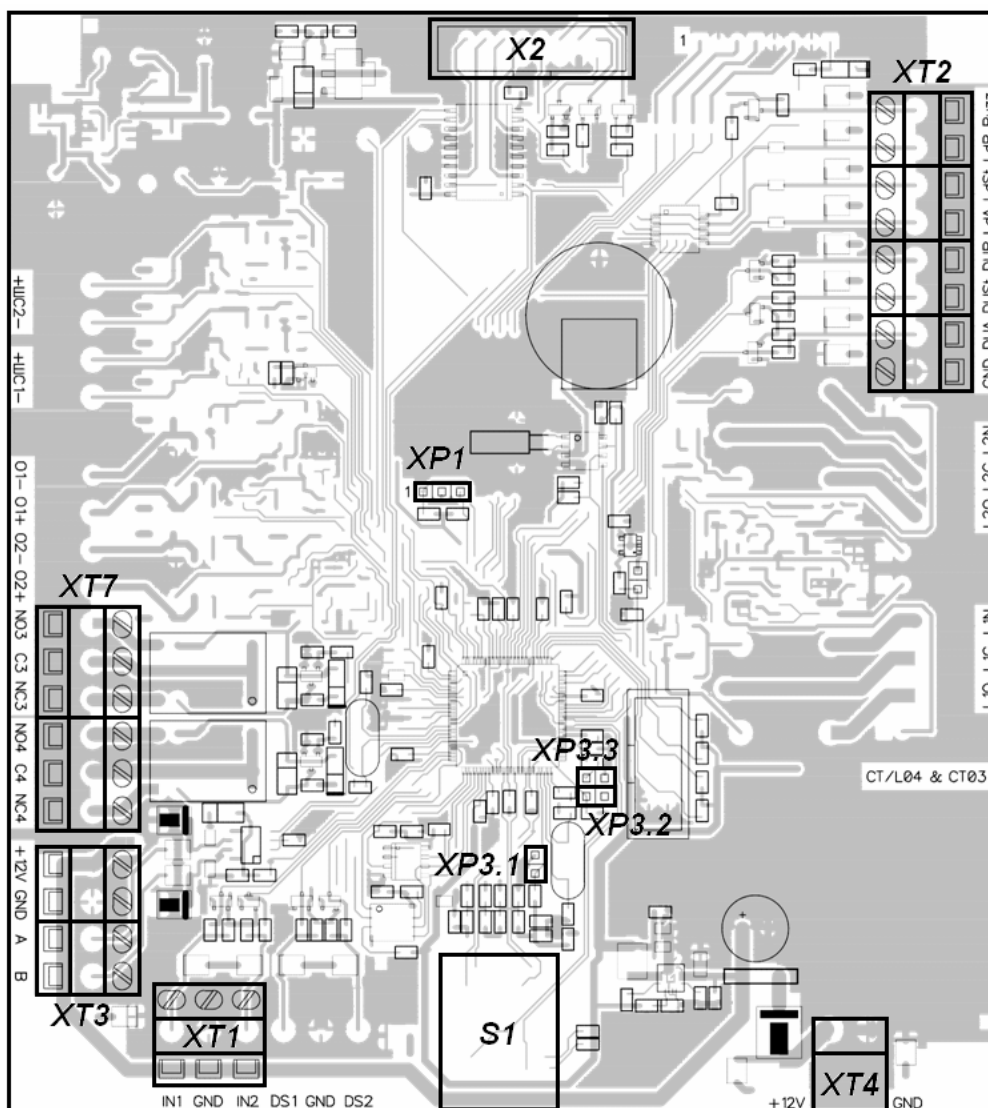

Рисунок 3 Плата контроллера PERCo-CT03
5.2.4 Пульт управления выполнен в виде небольшого настольного прибора в корпусе из ударопрочного АБС пластика и предназначен для задания и индикации режимов работы при ручном управлении ЭП. Пульт управления подключается к плате контроллера гибким многожильным кабелем (10) через клеммную колодку XT2 (см. рис. 3).
На лицевой панели пульта управления расположены три кнопки для задания режимов работы ЭП. Над кнопками расположены индикаторы. *Средняя* кнопка (далее – кнопка **Запрет прохода**) предназначена для переключения ЭП в режим «*Запрет прохода*». *Левая и правая* кнопки (далее – кнопки **Разрешение прохода**) предназначены для разблокировки ЭП в выбранном направлении. Изменить ориентацию пульта управления относительно установки стойки ЭП (если на месте установки стойка обращена к оператору не лицевой, а тыльной стороной) можно, поменяв местами провода от пульта управления, подключаемые на контакты *DUA* и *DUB*, а также *Led A* и *Led B* соответственно (см. рис. 3 и рис. А.1, приложения А).
5.2.5 На плате контроллера (см. рис. 3) расположены:
5.3.2 Подключение указанных в п. 5.3.1 автономных устройств производится с помощью кабелей (10) и (12) к соответствующим клеммным колодкам *XT2* и *XT4* платы контроллера (см. рис. 3) в соответствии со схемой подключения (см. рис. А.1, приложения А).
5.3.7 Обозначения установленных на плате контроллера клеммных колодок и назначение их контактов показаны на рис. 3 и на наклейке, аналогичной рис. А.1, приложения А, расположенной на внутренней поверхности крышки (3) (порядок снятия крышки указан в разделе 6).
5.7.3 Подключение датчика контроля зоны прохода производится к клеммной колодке XT1, а сирены – к клеммной колодке XT7 платы контроллера (расположение клеммных колодок показано на рис. 3).
5.8.1 На плате встроенного в ЭП контроллера имеется разъем *XP1* (см. рис. 3), предназначенный для выбора способа работы системы (ручное или динамическое распределение *IP*-адресов) и возврата к заводским установкам (со сбросом пароля). Данные действия производятся путем установки на разъем перемычки, входящей в комплект поставки ЭП.